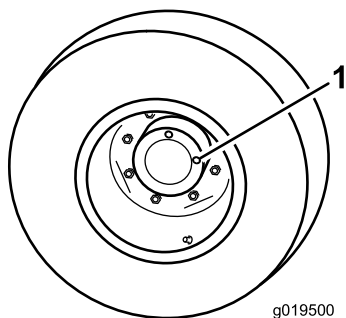

Figura 73
1. Con la máquina en una superficie nivelada, coloque la rueda con un tapón de verificación (Figura 73) en la posición de las 12 y el otro en la posición de las 3.
2. Retire el tapón de la posición de las 3 (Figura 73). El aceite debe llegar a la parte inferior del orificio del tapón de verificación